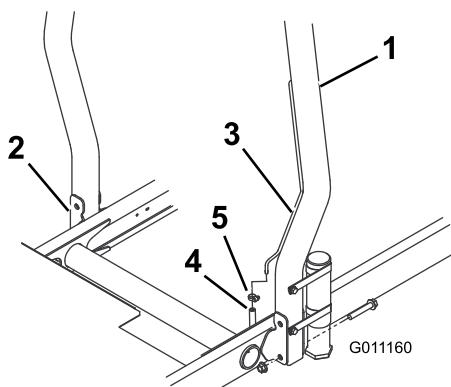

Рисунок 12
от опрокидывания находится с левой стороны машины (Рисунок 12).
2. Прикрепите каждую сторону штанги защиты от опрокидывания к монтажным кронштейнам с помощью 2 (двух) болтов с фланцевыми головками и контргаек (Рисунок 12). Затяните крепежные элементы с моментом 81 Н·м.